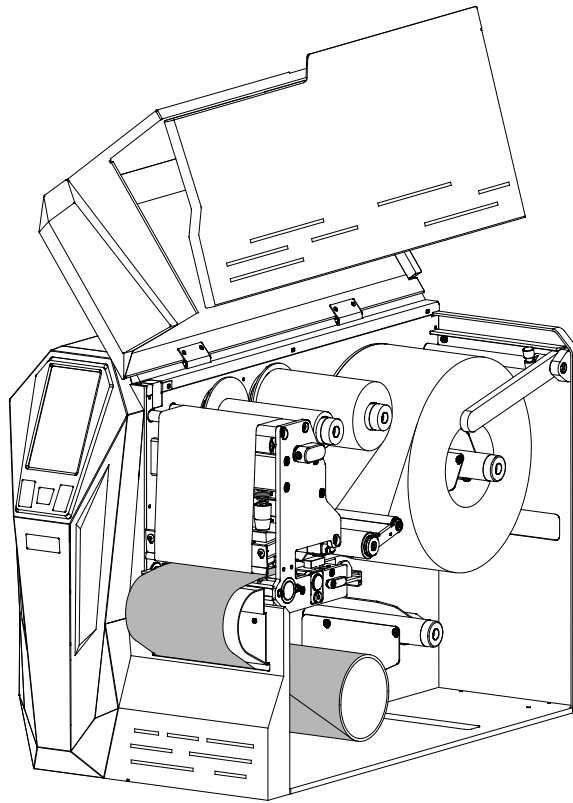

图 2-36 将标签纸缠绕到空卷芯
8. 参考图 2-7 所示的标签纸路径，将标签从前挡板进纸口穿入，然后缠绕到空卷芯上，如图 2-36 所示。